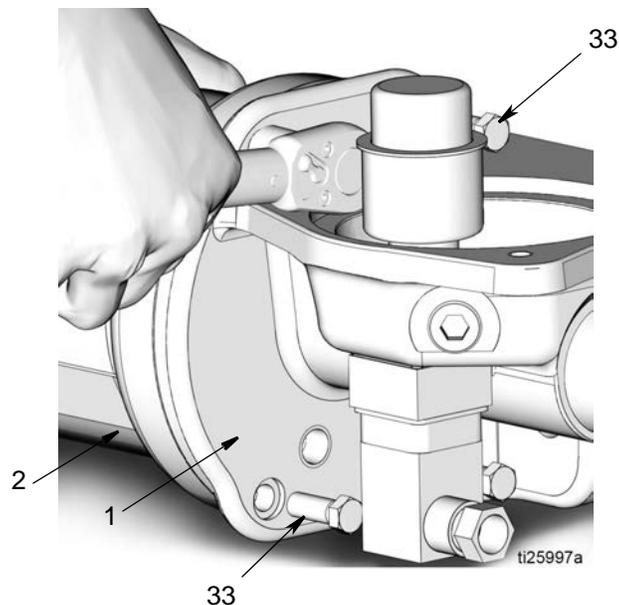

图 16
15. 使用 3/8 英寸套筒拆下将气缸 (2) 固定在泵底座 (1) 上的 4 个螺栓 (33) (图 16)。从泵底座拆下气缸。